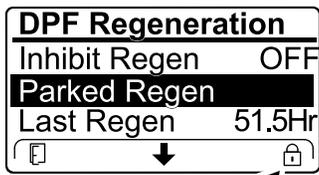

图24
- 如果发动机计算机请求恢复再生或正在处理恢复再生，向下滚动至 PARKED REGEN (驻车再生) 选项，驻车再生锁定且锁定图标 (图24) 将显示在 InfoCenter (信息中心) 右下角。